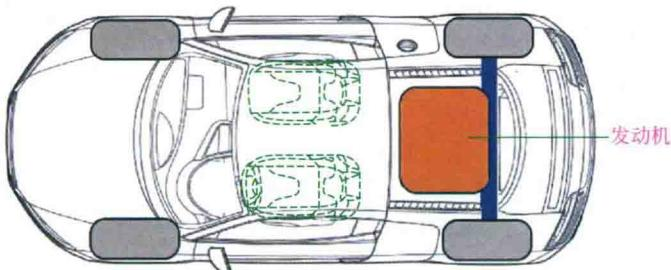

图 1.1-9 中置后驱
(3) 中置后驱 即发动机中置、后轮驱动，如图 1.1-9 所示。中置后驱与后置后驱的主要区别就是看发动机是位于后轴之前还是之后。F1 和大部分超级跑车采用这样的驱动方式。